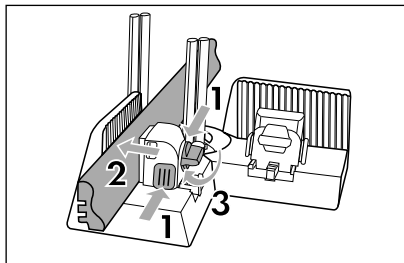

Abb. 8
- ◆ Legen Sie das Holzwerkstück zwischen die Haltebacke **3** und der Spannklemme **2**. Achten Sie darauf, dass das Holzwerkstück an den Führungsstäben **7** vorbei geführt ist (siehe Abb. 8).
- ◆ Halten Sie die Freigabeknöpfe **4** gedrückt und verschieben Sie die Spannklemme **2** zum Holzwerkstück. Lassen Sie die Freigabeknöpfe **4** los, wenn das Holzwerkstück eingespannt ist (siehe Abb. 8).
- ◆ Drehen Sie den Feststellknopf **5** im Uhrzeigersinn, um das Holzwerkstück zu fixieren (siehe Abb. 8).